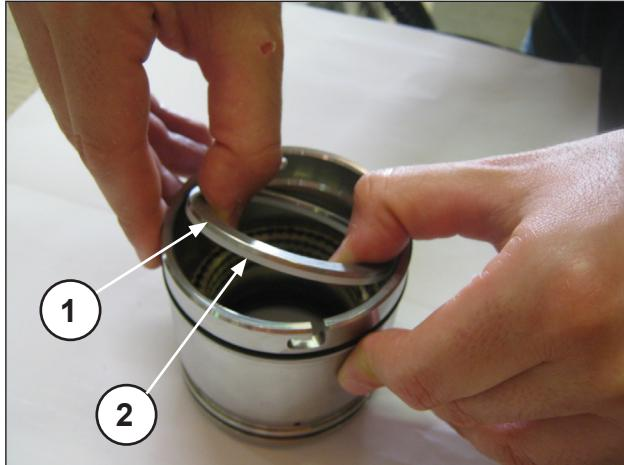
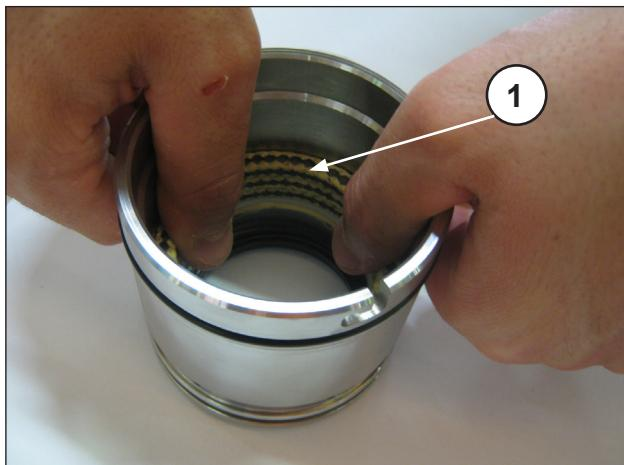

Fig. 162
Fig. 163
Separare il supporto guarnizioni dalla camicia, togliere l'anello per molla e l'anello raschiatore (pos. ①②, Fig. 162) per accedere alle guarnizioni di pressione (pos. ①, Fig. 163).